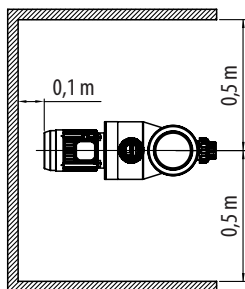

FIGURE 1
- Il est recommandé de laisser un espace libre entre le produit et les limites pour l'installation, telles que définies sur l'image (FIGURE 1).